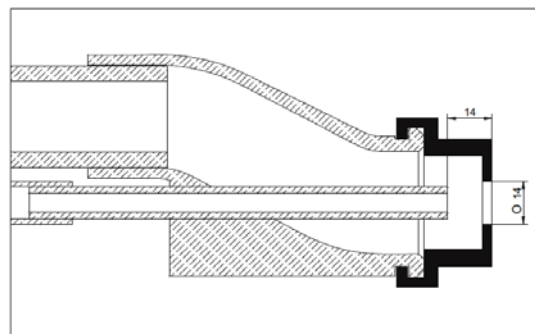

FIG.12
Para materiais de reboco padrão, o defletor com orifício de 14 mm (ref. 9c) forma a saída de modo que ela seja igual ao diâmetro do defletor (fig. 12).